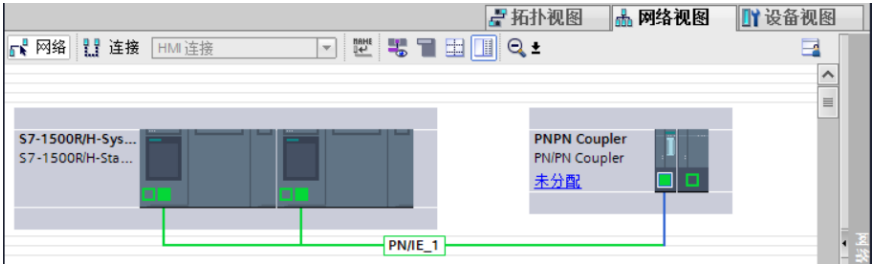

图 2-3 连接 PN/PN Coupler 网络
2) 将 PN/PN Coupler 的网口 X1 接入 PN/IE_1，如图 2-3 所示。